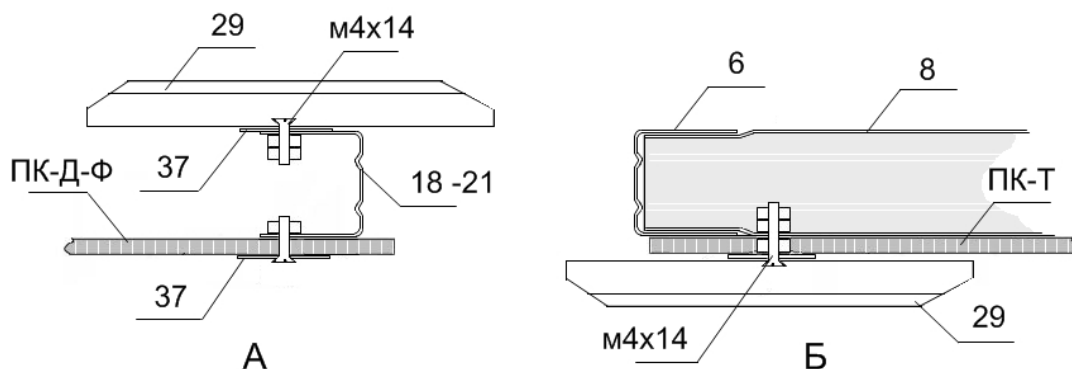

Рис. 20
6.2. **Рис. 20-А** - УСТАНОВКА ВЕРТУШКА ВНУТРИ ТЕПЛИЦЫ.
6.3. **Рис. 20-Б** – УСТАНОВКА ВЕРТУШКА СНАРУЖИ ТЕПЛИЦЫ.